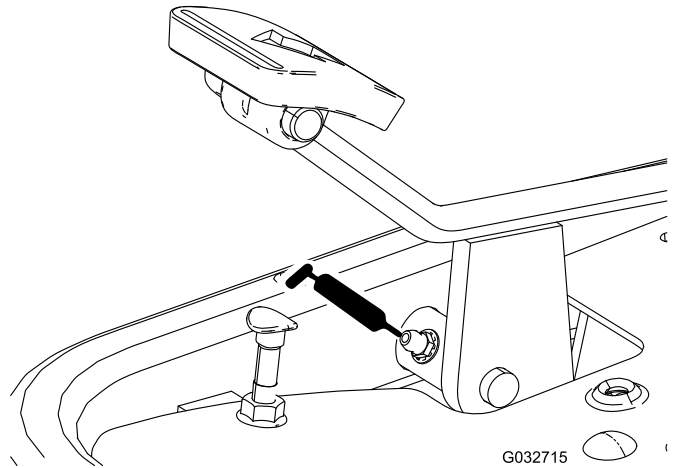

Figura 33
- Pedal de tracción (Figura 33)